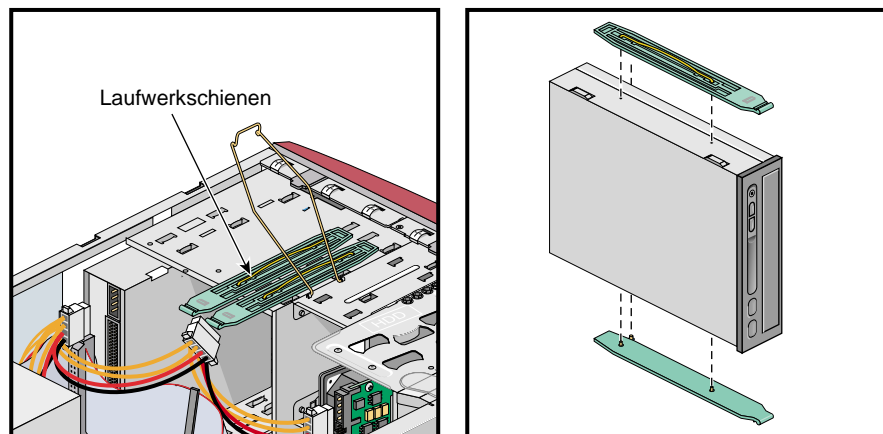

Abbildung 4-20 Anbringen der Laufwerkschienen
4. Stellen Sie fest, wo sich die grünen Laufwerkschienen befinden. Sie sind an den Seiten der Laufwerk-Einbaurahmen befestigt. Siehe Abbildung 4-20.
5. Bringen Sie die grünen 5,25-Zoll-Laufwerkschienen an den Seiten des Laufwerks an, indem Sie die Stifte in die Öffnungen in den Seiten des Laufwerks stecken. Siehe Abbildung 4-20.